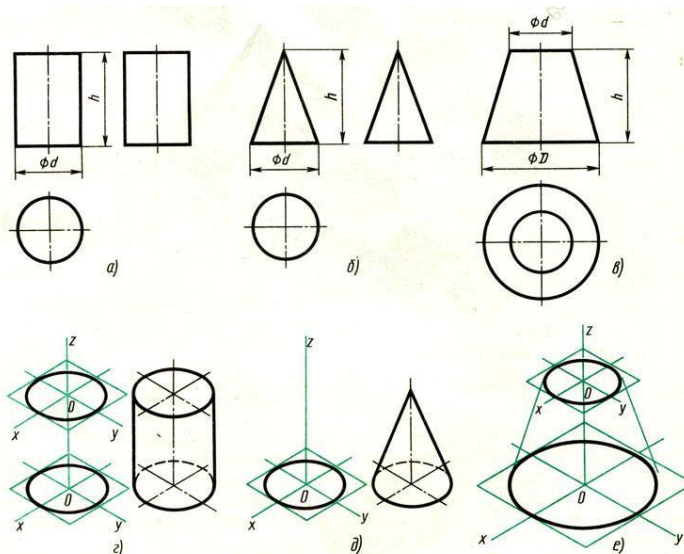

Рисунок 4 Цилиндр и конус: а, б и в – комплексные чертежи; построения изометрической проекции; г, д и е – последовательность
**Цилиндр и конус.** Проекции цилиндра и конуса показаны на рис. 4, а и б. Круги, лежащие в основаниях цилиндра и конуса, расположены параллельно горизонтальной плоскости проекций; проекции оснований на горизонтальную плоскость будут также кругами.